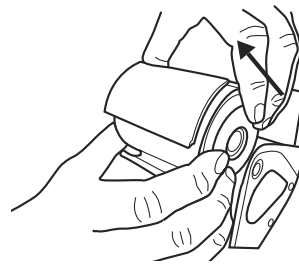

Figure 3
3. Enlevez le mandrin du dévidoir en le tirant vers vous. (Voir Figure 3)